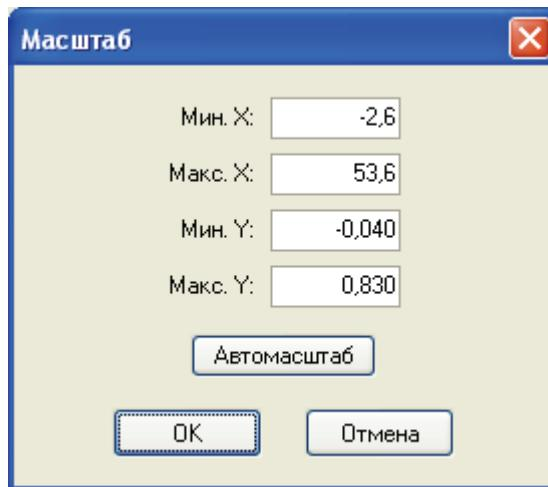

Рисунок 7 – Окно масштабирования графика.
- Кнопка «Масштабировать график» -  . Вызывает окно масштабирования графика (Рисунок 7), где вручную можно задать значения минимумов и максимумов обеих осей координат. Также имеется кнопка «Автомасштаб», при нажатии на которую программа предложит автоматически рассчитанные значения.